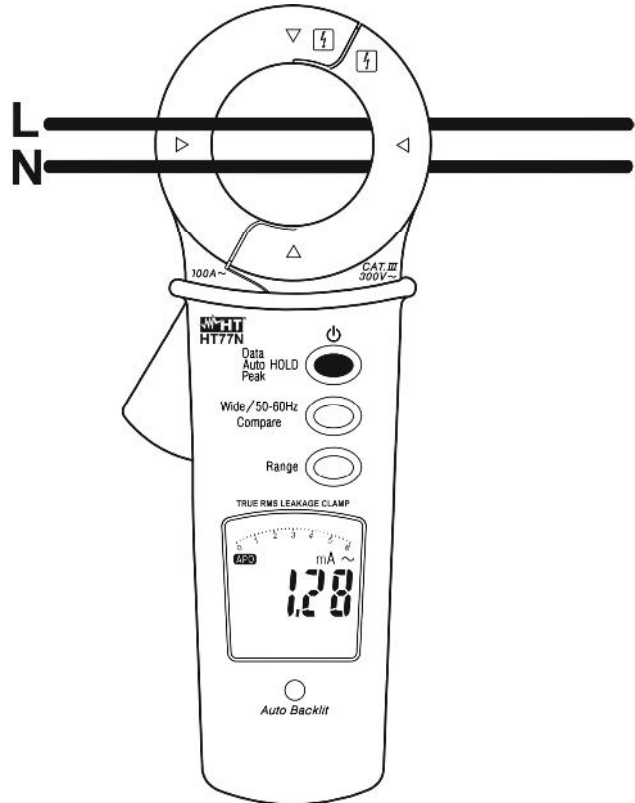

Fig. 3: Uso della pinza per misura di corrente AC
3. Aprire il toroide ed inserire il cavo di fase al centro del medesimo (vedere Fig. 3). Il valore della corrente è mostrato a display